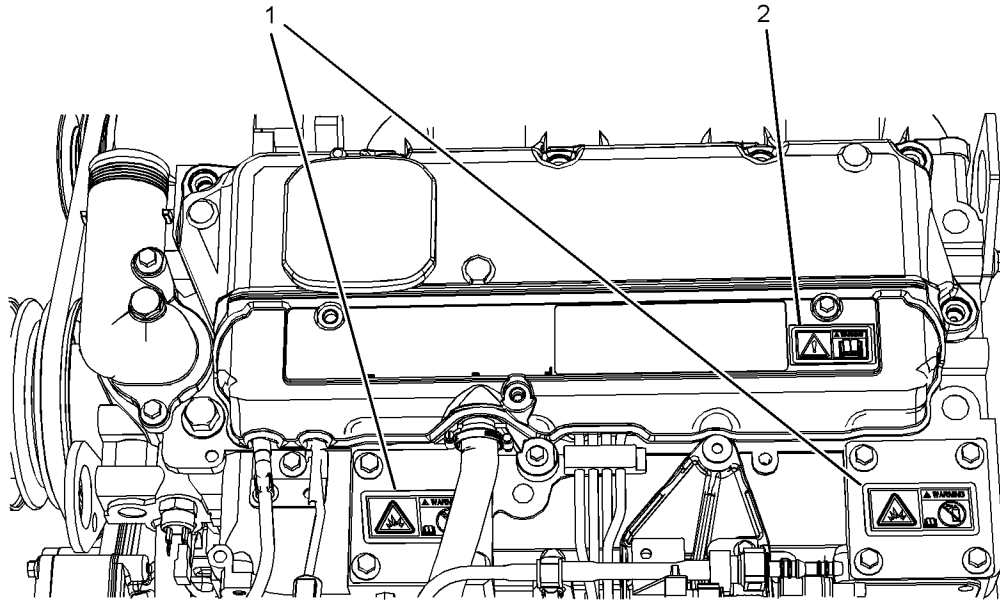

图 2
通用警告标志 (2) 位于气门机构罩盖的后端。请参考图 2。
乙醚警告标志 (1) 位于进气歧管盖上。请参考图 2。